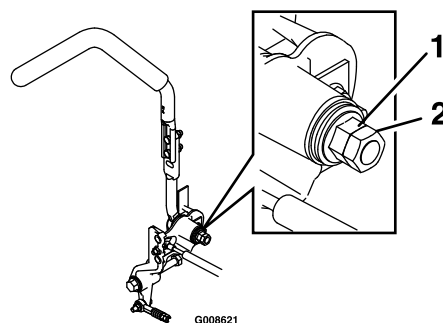

Bild 63
2. Lösen Sie die Klemmmutter (Bild 63).